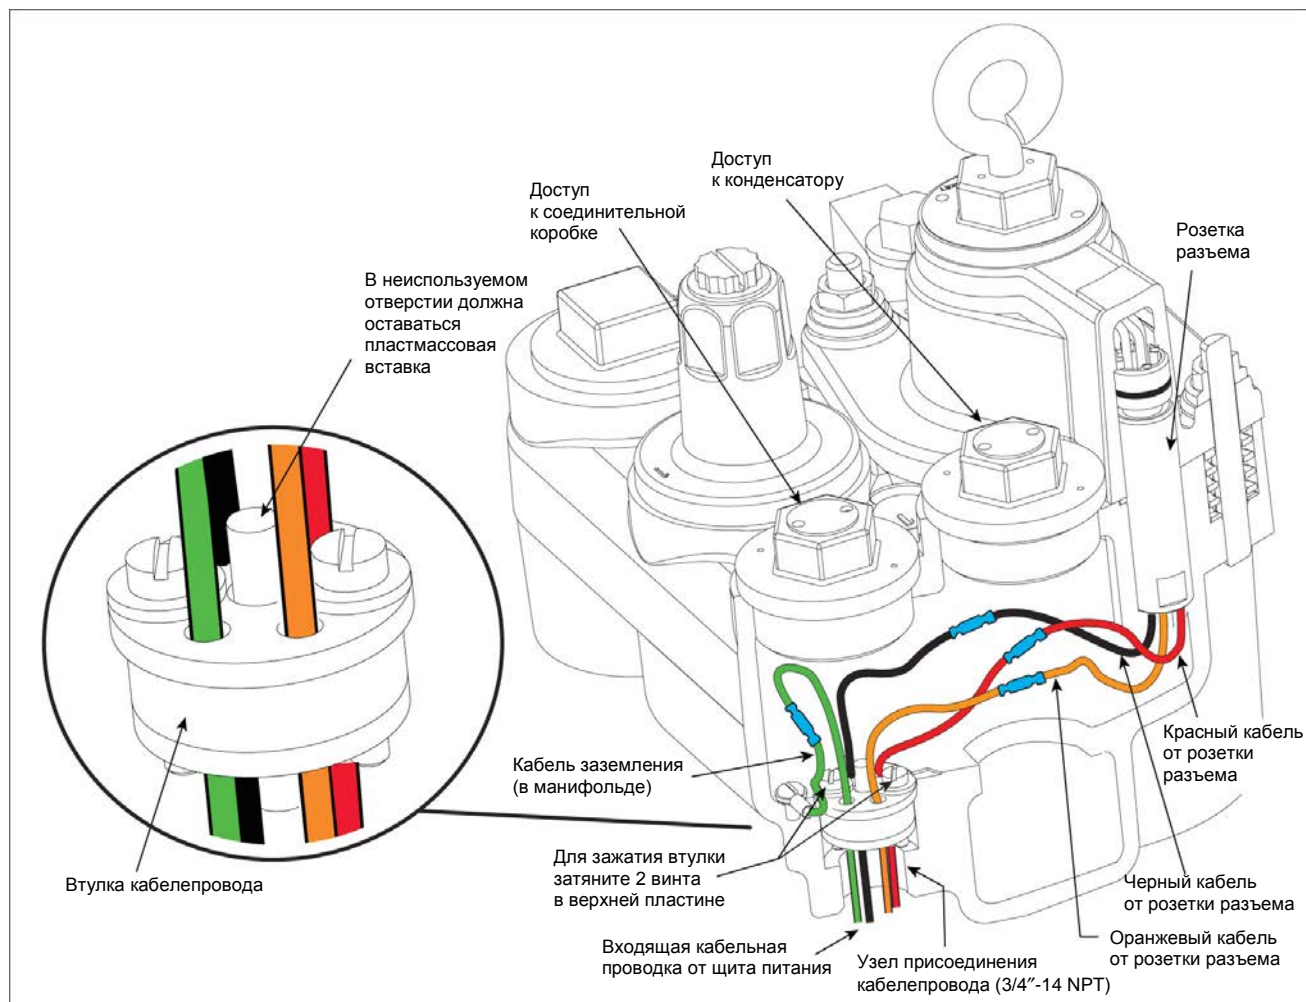

Рисунок 14. Прокладка проводов питания через обжимную втулку
2. Ослабьте два винта обжимной втулки настолько, чтобы можно было извлечь ее из гнезда в днище соединительной коробки манифольда (см. рисунок 14). Полностью извлеките втулку из гнезда. Верхняя пластина втулки (направленная к манифольду) имеет больший диаметр, чем нижняя; кроме того, во втулке имеются два открытых и три закрытых пластмассовыми вставками отверстия. Пластмассовые вставки герметизируют втулку и должны оставаться в неиспользуемых отверстиях. Например, прокладывая три кабеля от щита питания, используйте два свободных отверстия, а для третьего кабеля используйте одно из двух отверстий меньшего диаметра, вынув